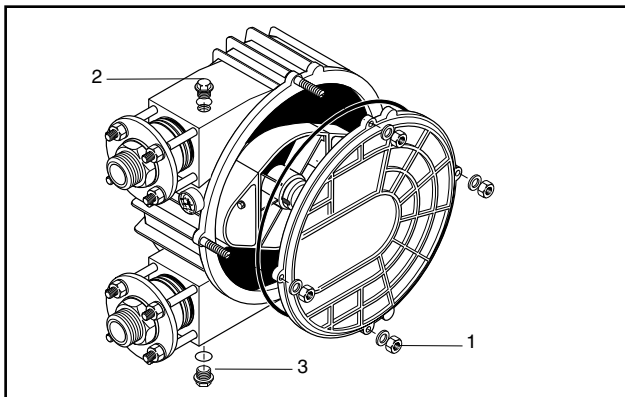

Fig. 13 Cabezal de la bomba
3. Desatornillar el tornillo de cierre (pos. 2, fig. 13), desenroscar el tapón de la válvula de salida de aceite (pos. 3, fig. 13), enroscar la pieza de conexión y dejar salir el líquido deslizante a un recipiente.
4. Retire la tapa de la bomba y la junta tórica después de desatornillar las 4 tuercas de la tapa (Pos. 1 Fig. 13) y vacíe el líquido deslizante restante de la carcasa de la bomba en el depósito colector.